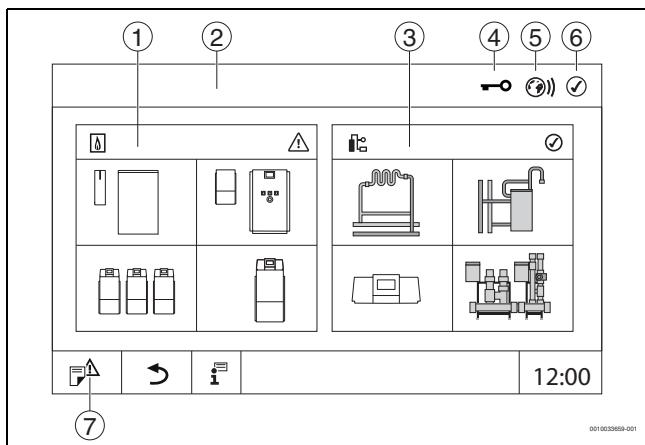

Рис. 2 Обзор системы (пример)
► Коснитесь **Установка** (→ рис. 2, [3], стр. 6).